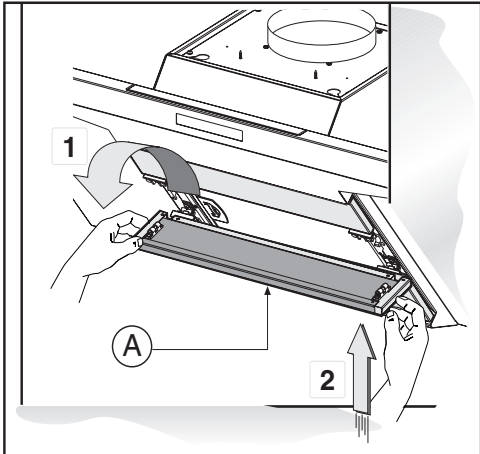
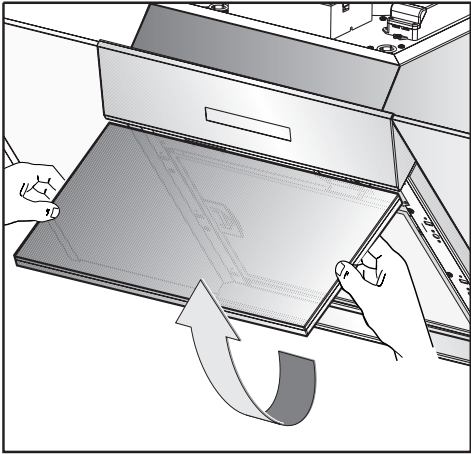
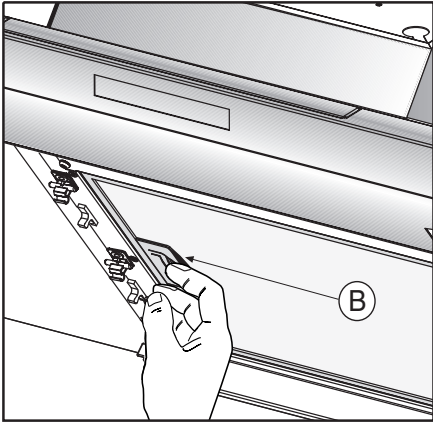

Fig.4
Fig.5
Fig.6
- Voor u overgaat tot het monteren dient u, om het apparaat beter te kunnen bevestigen, het vefilter B (Afb. 6) uit te schakelen. Voor u deze handeling uitvoert moet u de volgende opdrachten opvolgen, aan de hand van het model dat u in uw bezit heeft:
Verwijder de 3 panelen **A** zoals aangegeven in afb. 4. Trek aan het handvat **B** zoals aangegeven in afb. 6.
Open het paneel **A** zoals aangegeven in afb. 5. Trek aan het handvat **B** zoals aangegeven in afb. 6.